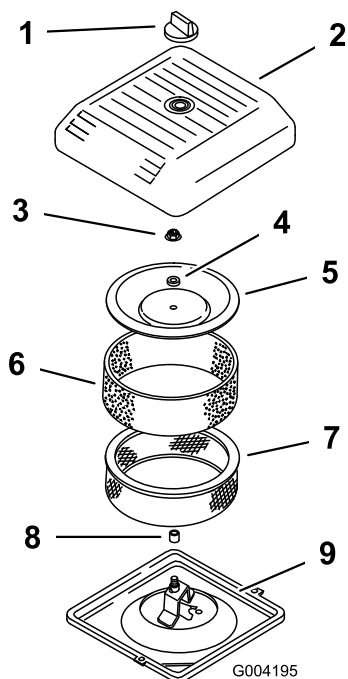

Figure 158
1. Glissez délicatement le préfiltre en mousse sur l'élément en papier (Figure 158).